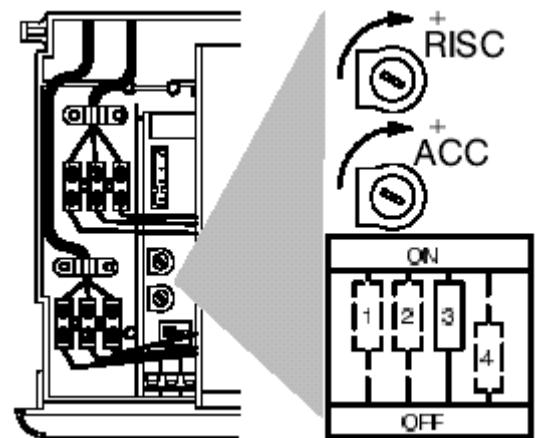

Fig. 7.5
7. Comprovar que o acendimento do queimador se realiza uniformemente e, sendo necessário, ajustar o nível de acendimento. Para ajustar o acendimento, deslocar o micro selector “3”, fig. 7.5., à posição OFF e actuar sobre o potenciômetro “ACC” utilizando uma chave de fendas adequada, até obter o acendimento correcto (ver tabela 7.5.). Finalizada esta operação, voltar a colocar o micro selector “3” na posição “ON”.
1. Com uma chave de fendas adequada, girar o potenciômetro de regulação “RISC”, fig. 7.5. Girando o potenciômetro no sentido anti-horário reduz-se a pressão de gás ao queimador.